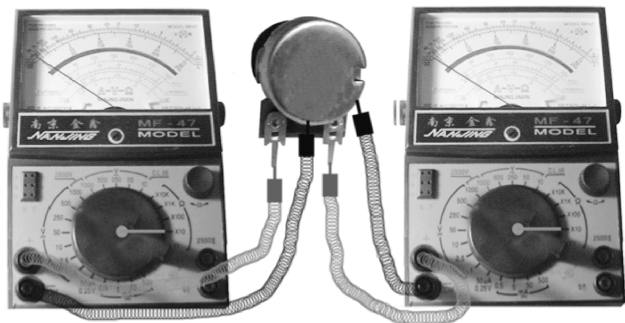

图 2-2 检测电位器的绝缘性能
2) 绝缘性能的检测方法。检测方法如图 2-2 所示,将万用表置于 $R \times 10k$ 挡,用红、黑两表笔不分正负分别与电位器外壳及电位器各个引脚相接。每次所测得的阻值都应为无穷大,若否,则说明该电位器存在短路或绝缘性能不良。